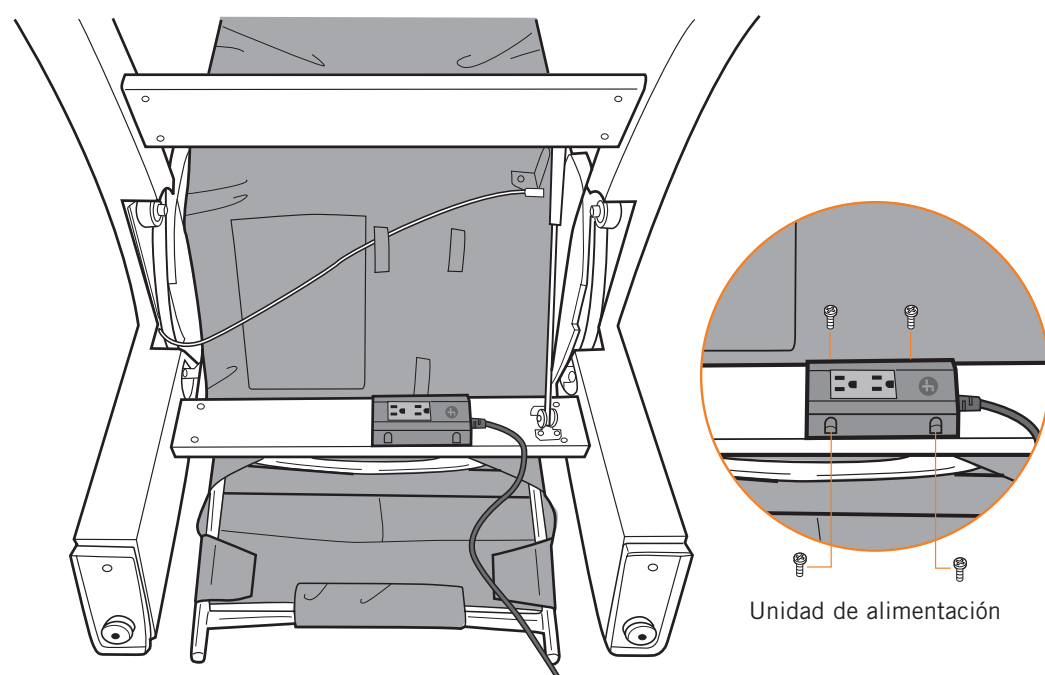

Fig.12
3. Con los tornillos y el destornillador Phillips-suministrados, fije la unidad de alimentación a la silla con el cable de alimentación viendo hacia la derecha (Fig.12).